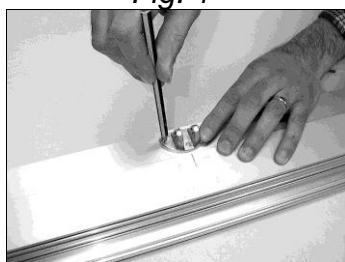

Fig. 4
- D. Posizionare ora la staffa anteriore in coincidenza della mezzeria nella parte mobile del serramento e tracciare i tre fori di fissaggio sullo stesso (Fig. 4).
- D. Posizionare ora la staffa anteriore in coincidenza della mezzeria nella parte fissa del serramento e tracciare i tre fori di fissaggio sullo stesso (Fig. 4).